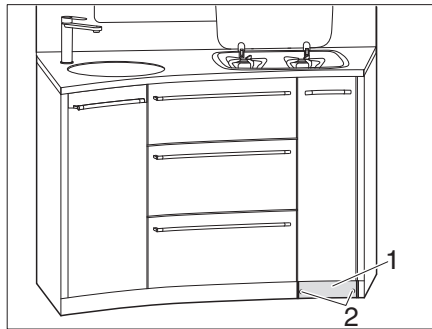

Bild 128 Sockel abschrauben
- 2 Schrauben (Bild 128,2) am Sockel (Bild 128,1) abschrauben.
- Sockel (Bild 128,1) abnehmen.